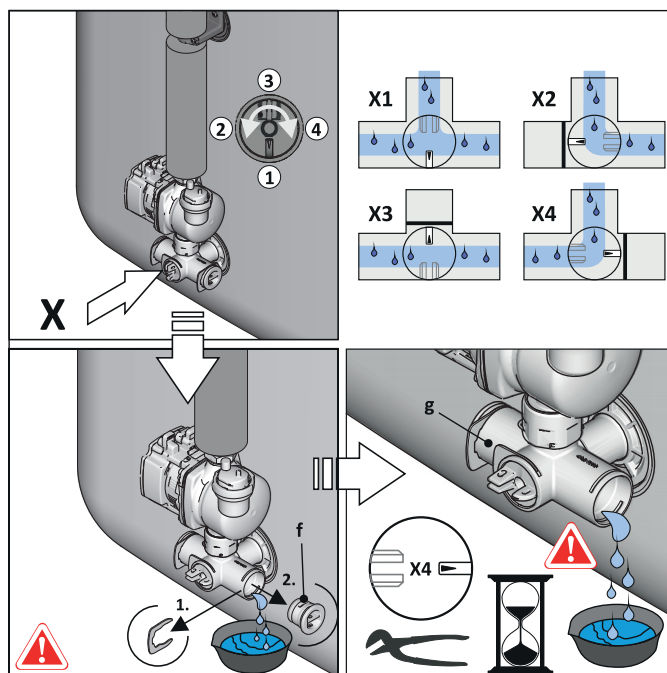

Fig. 5-5 Fermer l'insert de soupape, retirer le bouchon obturateur de la cornière de raccordement
- 1 Régler l'insert de soupape sur la cornière de raccordement de manière à ce que la voie vers le bouchon obturateur soit barrée (fig. 5-5).
- 2 Poser un bac collecteur adéquat au-dessous et retirer le bouchon obturateur de la cornière de raccordement (fig. 5-5).
- 5 Régler l'insert de soupape sur la cornière de raccordement de manière à ce que la voie vers le flexible d'écoulement soit ouverte (voir également fig. 5-5) et relâcher le contenu d'eau du réservoir d'accumulateur.